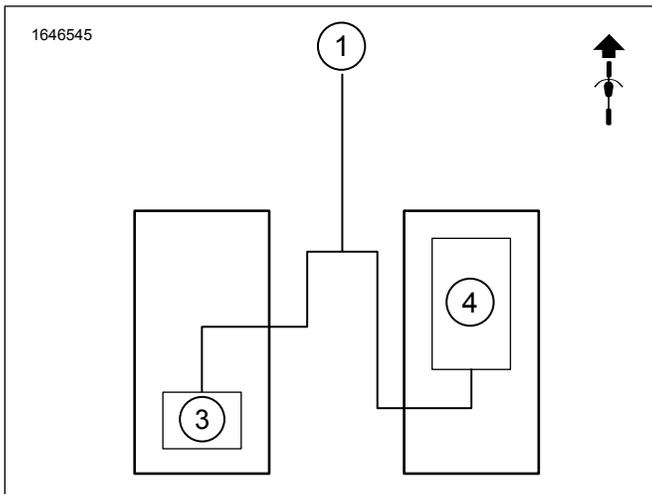
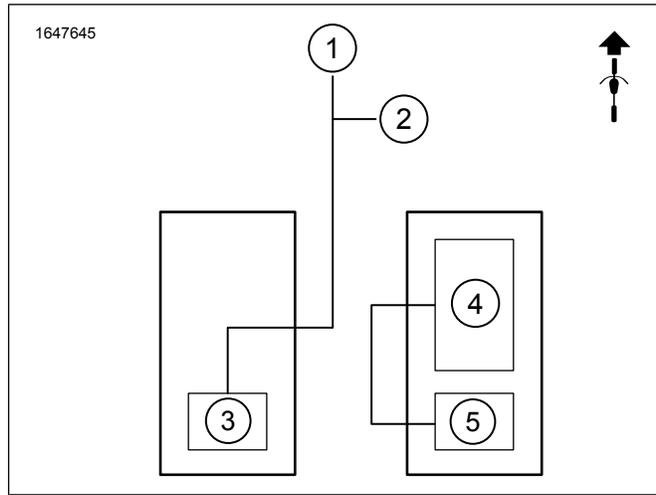
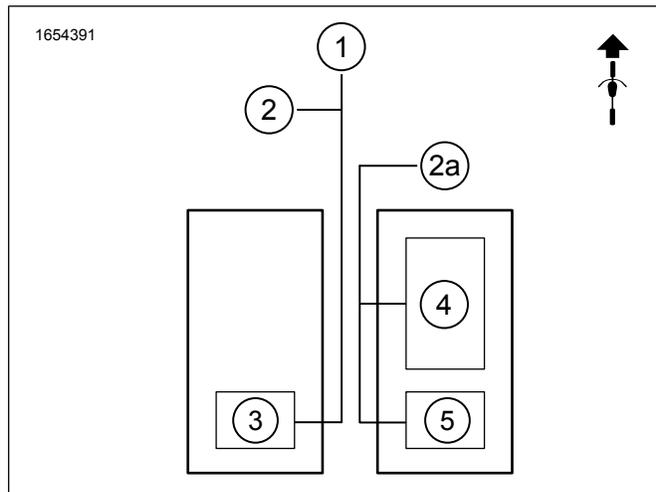
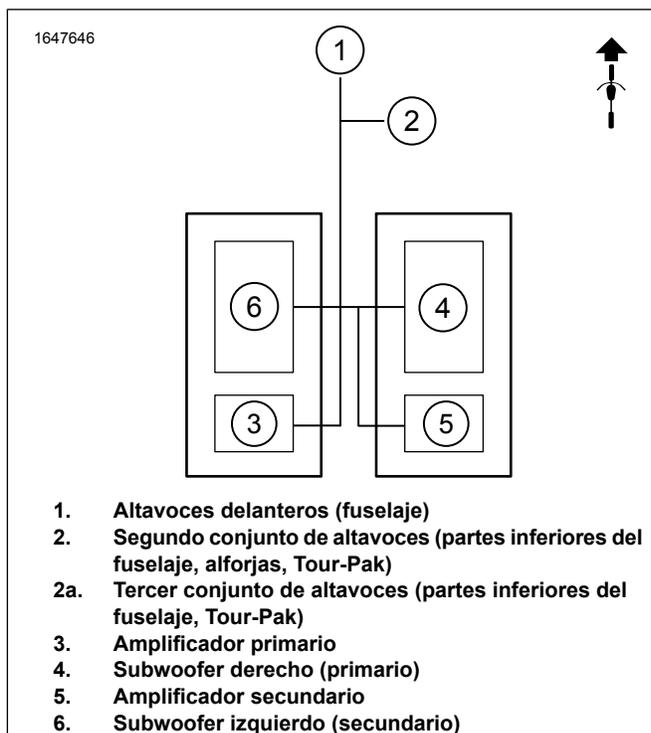

Figura 3. Subwoofer individual, amplificador individual, dos altavoces
Figura 4. Subwoofer individual, amplificadores duales, cuatro altavoces
Figura 5. Subwoofers individuales, amplificadores duales, seis altavoces
Figura 7. Subwoofers duales, amplificadores duales, cuatro altavoces
Vea Figura 3 , Figura 4 , Figura 7 y Figura 5 . Los sistemas de subwoofer necesitan dos canales del amplificador (los amplificadores son cuatro canales); por tanto, la instalación de los kits de subwoofer primarios y secundarios solo puede funcionar con dos o cuatro sistemas de altavoces. Los seis sistemas de altavoces solo funcionarán con el kit de subwoofer primario.
- a. Vea la Figura 3. Para la configuración del subwoofer individual, el amplificador individual y los dos altavoces. Se tendrán que cambiar los cables del conector del arnés. Consulte Cambiar los cables del conector, no habrá audio. **NOTA:** Si se agregan los altavoces de alforja después de instalar el subwoofer, se tendrá que utilizar la configuración original del arnés 69203031. Cables en las cavidades uno y cuatro.
- b. Conector del arnés del amplificador primario [351A] (salida de audio). Vea la Figura 3. **Equipado con subwoofer individual, amplificador individual, dos altavoces.**
- c. Conector del arnés del amplificador secundario [352A\_1] o [352A\_2] (salida de audio). Vea la Figura 4. **Equipado con subwoofer individual, amplificadores duales, cuatro o seis altavoces.**